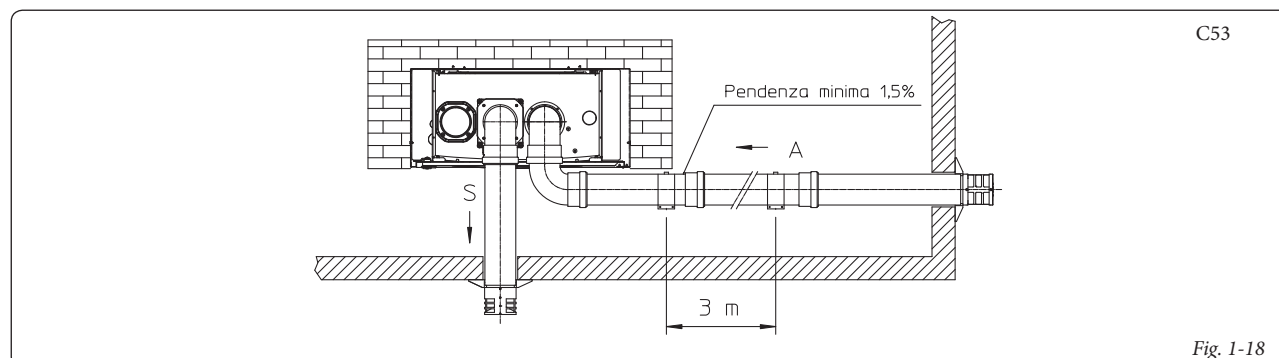

Fig. 1-18
**N.B.:** per favorire lo smaltimento dell'eventuale condensa che si forma nel condotto di scarico occorre inclinare i tubi in direzione della caldaia con una pendenza minima di 1,5% (Fig. 1-18).